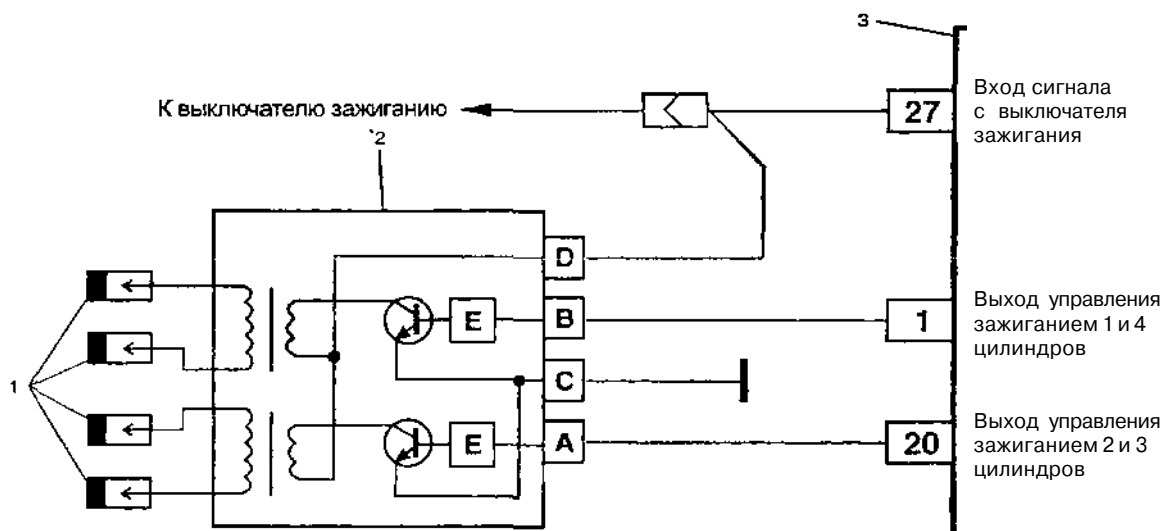

Рис. 3.3.10. Схема проверки системы зажигания:
3.3.13. Проверка работы системы зажигания (рис. 3.3.10)